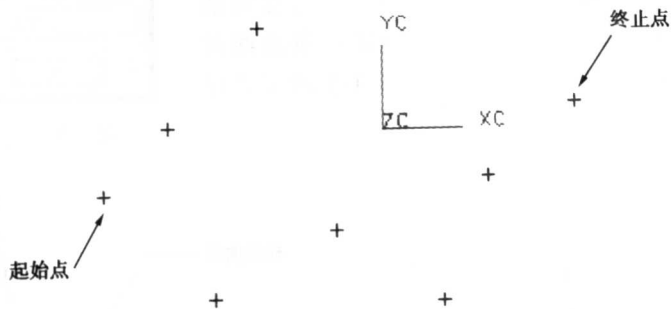
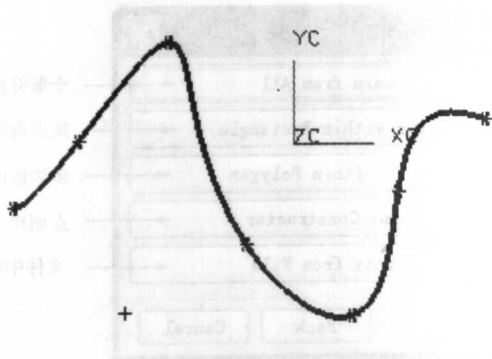

图 1-7 点集
图 1-10 全部链接示意图
● **Chain from All (全部链接)** 该功能用于通过选择起始点与终止点之间的点集作为定义点来生成样条曲线。单击该按钮以后,依次选择样条曲线的起点和终点,然后由系统自动选择链接之间的点集,从而生成样条曲线。如图 1-7 所示,7 个点生成样条曲线,效果图如图 1-10 所示。
- 然后系统会弹出选取点对话框,按图 1-7 所示分别选择点集的起始点和终止点,然后单击 OK 按钮。
置曲率)两个选项已被打开),最后效果如图 1-10 所示。